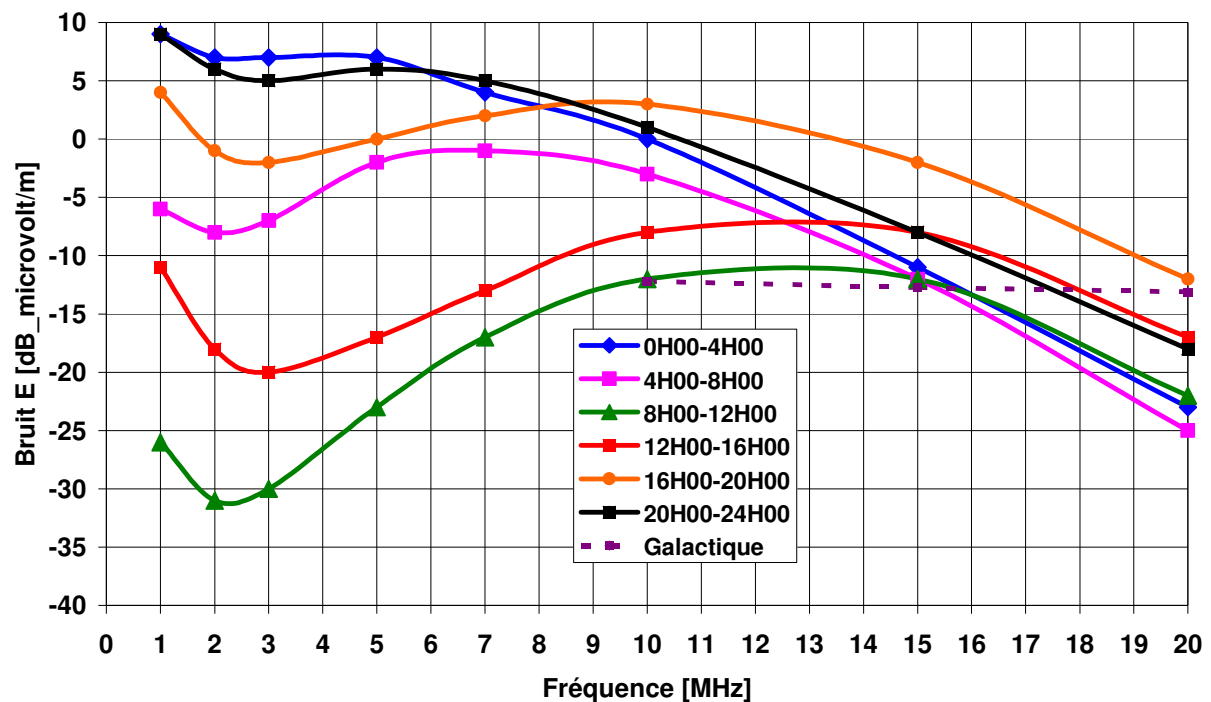

Fig. 1 : Niveau de bruit atmosphérique en été, à différentes tranches horaires.
- Le bruit atmosphérique est produit principalement par des décharges électriques dans l'atmosphère lors d'orages. Ce bruit se propage comme les autres ondes radio, car il y a toujours des orages quelque part. Le niveau de ce bruit dépend de la fréquence, de l'heure, de la saison et de la météo. Il est particulièrement fort durant la saison des pluies dans des zones telles les Caraïbes, l'Afrique équatoriale, le nord de l'Inde etc. Il est plus faible dans les zones tempérées. C'est le bruit naturel dominant aux basses fréquences (10MHz et en dessous). Voir la figure 1.
Le bruit atmosphérique domine sur les bandes 160m, 80m, 40m et 30m. La figure 1 donne l'intensité du champ électrique de bruit E_{NOISE} en décibels relatifs à $E=1\mu V/m$ pour une largeur de bande du récepteur (Phonie SSB) de 2,7kHz.